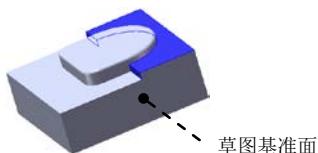

图 14.2.7 凸台一拉伸 3
Step5. 创建图 14.2.7 所示的零件基础特征——凸台—拉伸 3。
(1) 选择命令。选择下拉菜单  **插入(I)**  **凸台/基体(B)**  **拉伸(E)...** 命令 (或单击“特征 (F)”工具栏中的  按钮)。
(2) 定义特征的横断面草图。
① 定义草图基准面。选取图 14.2.7 所示的表面作为草图基准面。